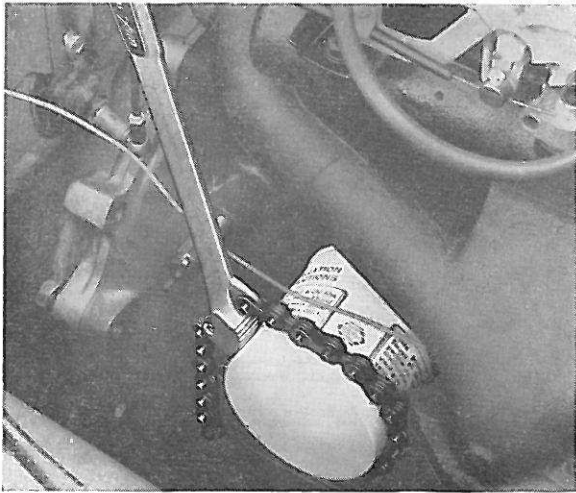

Figure 57. Dépose du filtre à huile
1. Déposer l'ancien filtre à huile en se servant de l'outil indiqué sur la figure 57.